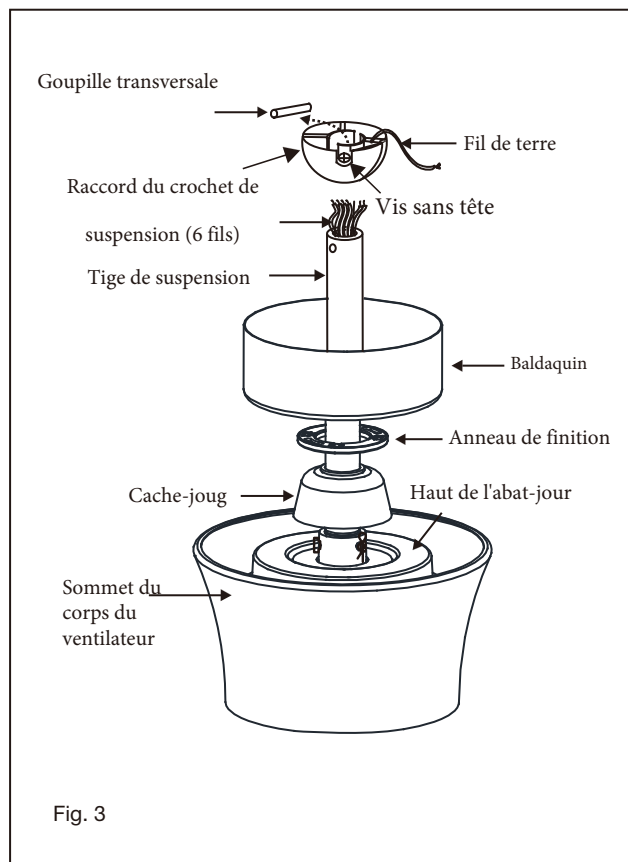

Fig. 3
- 6 Enfilez le cache-fourche, la bague de finition et le cache-plafond sur la tige de suspension. (Fig. 3)
- 1 Retirez la plaque murale existante et l'ancien interrupteur de la boîte de prise murale. (Fig. 3)